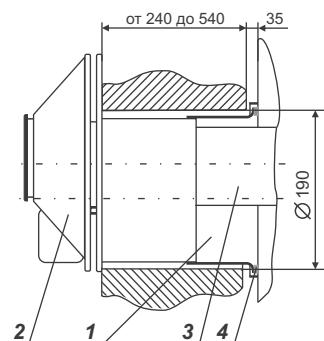

Рис. 5. Димоповітряний блок апарату потужністю 5 кВт
6.3.3. Для апарату потужністю 5-7 кВт. Встановити газохід зовнішній (п. 2, рис. 5) горизонтально в каналі до упору з зовнішньою стіною, сполучивши його з повіtroходом (п. 1, рис. 5), і зафіксувати дерев'яними клинами. **Розриви в з'єднаннях не допускаються!**
6.3.7. Встановити патрубок димоходу (п. 8, рис. 2 або п. 4, рис. 5, залежно від моделі апарату) на його газохід і зафіксувати його.
Рис. 5а. Димоповітряний блок апарату потужністю 7 кВт